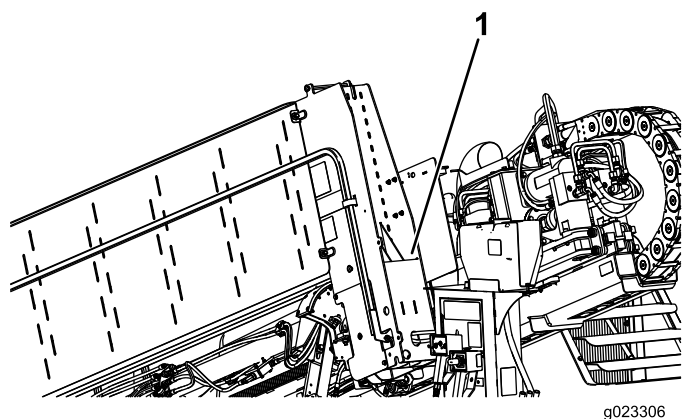

Figura 98
7. Guarde el bloqueo del cilindro junto al depósito de anticongelante (Figura 98).